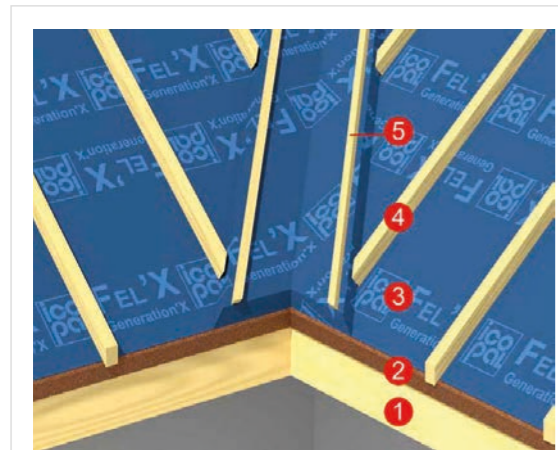

рис. 6
7.3.3. По краям опорного настила на расстоянии 140 мм от оси ендовы устанавливают рейки 25x25 мм (рис. 6).